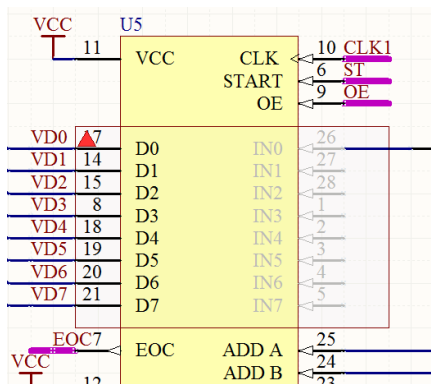

图 5-12 放置编译屏蔽矩形
(3) 执行菜单命令 Place » Directives » Compile Mask，光标会变成十字形，移动光标到元件 ADC0809FN 的左上方，单击左键确定编译屏蔽矩形的左上角位置，然后拉出一个矩形至合适大小，确保将不需要编译的部分完全置于该矩形中，再次单击即可完成编译屏蔽矩形的放置。所有被编译屏蔽的部分会淡化显示，如图 5-12 所示。
(4) 再次对工程进行编译，系统不再报错。
(5) 单击编译屏蔽矩形左上角的红色上三角，编译屏蔽矩形收起，红色上三角变成下三角，失去编译屏蔽作用。单击红色下三角，编译屏蔽矩形展开，恢复编译屏蔽作用。